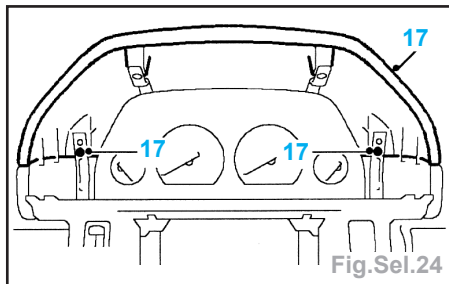

Fig.Sel.24
- Les 2 vis (17) du couvercle supérieur d'instruments et le couvercle (Fig.Sel.24).